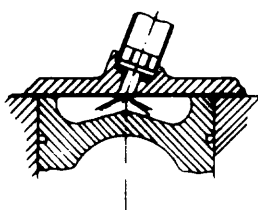

Fig. 1
- motores de inyección directa (fig. 1);